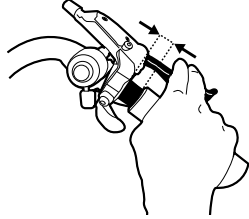

Figura 11. Spazio tra la leva del freno e l'impugnatura
2. Regolare la distanza della leva del freno dall'impugnatura in modo da utilizzare facilmente la leva con due dita (*Figura 11*).